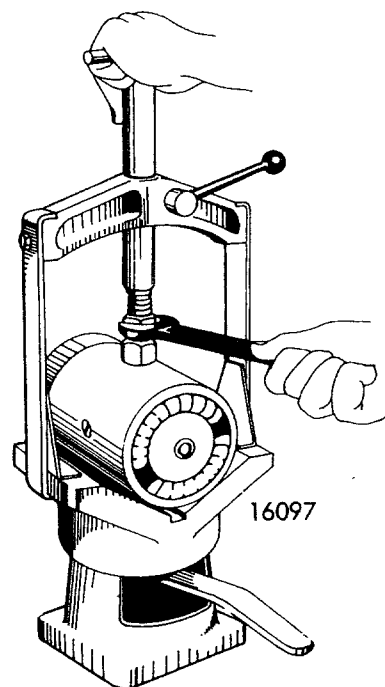

Fig 06-37. Oppspänningsbock for borttagning av fältlindning
3. Placera startmotorhuset i en oppspänningsbock enligt fig 06-37 og lossa polskruvarna.